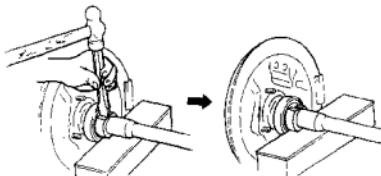

图 13-12
(3) 用凿子将挡圈磨薄的部分击断，注意不要伤及半轴，取下轴承挡圈（图13-12）。